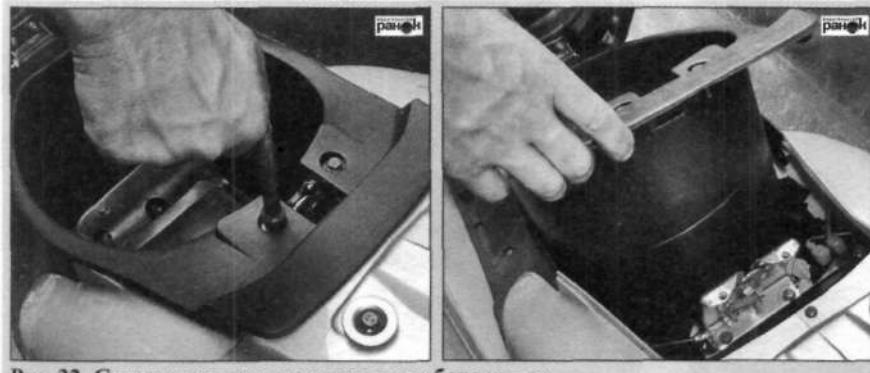

Рис. 32. Снятие корпуса подседельного багажника
- снять сервисный лючок карбюратора (рис. 31.3). Если при открытом лючке не удается добраться до регулировочных винтов, можно снять корпус подседельного багажника (рис. 32);
удается добраться до регулировочных винтов, нужно снять корпус подседельного багажника (рис. 32);